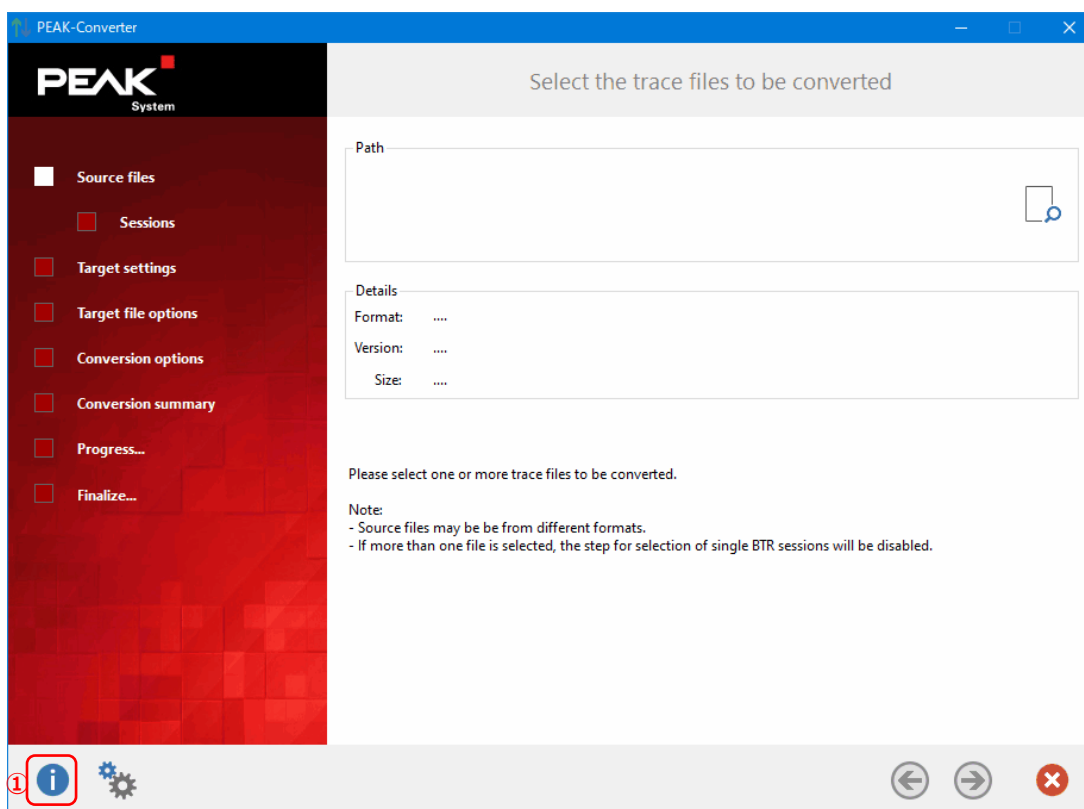

図 8.3-1
左下の  (図 8.3-1 ① 参照) をクリックし、Version 2.2.0.94 以上であることを確認します (図 8.3-2 参照)。